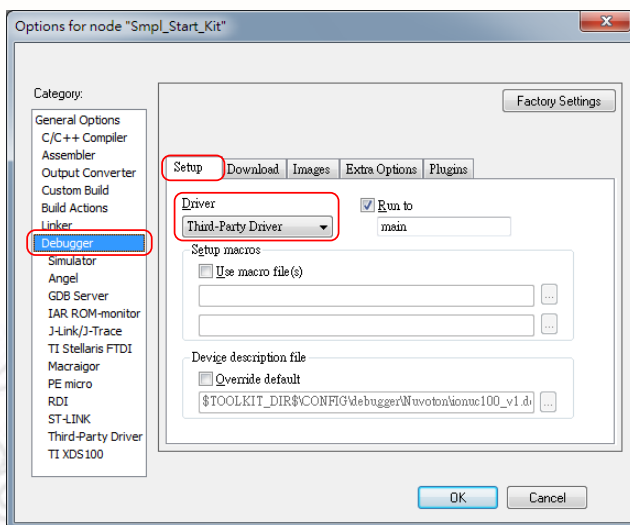

Figure 4-15 把 IAR EWARM 作为第三方驱动的调试与烧录的设置
Step 4: 在 **Debugger** 条目的 “**Setup**” 页面, 选择 “**Third-Party Driver**” 作为相应的驱动, 参见 Figure 4-15.